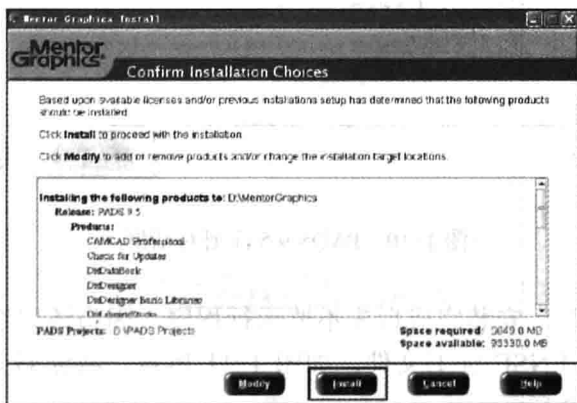

图 1-8 设置安装路径后的“Confirm Installation Choices”对话框
(6) 返回到“Confirm Installation Choices”对话框,其中列出了安装所需的磁盘空间大小。如果出现红色提示“WARNING: space required exceeds space available!!”,则表示所要安装的磁盘空间不足,需要回到上一步另外选择安装路径;如果没有提示,则单击【Install】按钮,进入下一环节,如图 1-8 所示。